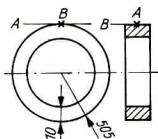

Bild 55
- 10.12 Ein Hohlzylinder von sehr geringer Wanddicke ist an einem Punkt des äußeren Umfangs aufgehängt. Die zwei möglichen Drehachsen sind aus Bild 55 zu entnehmen. Berechnen Sie die Periodendauer bei sinusförmigen Schwingungen für eine Zylinderlänge von 100 mm um 1. Achse A und 2. Achse B.